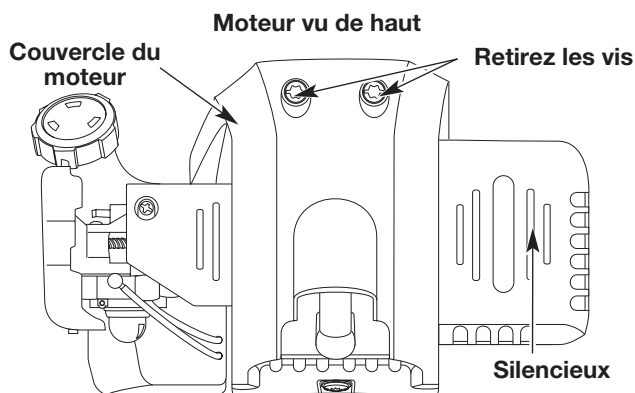

Fig. 51
2. Enlevez les deux vis (2) du haut du couvercle du moteur à l'aide d'un tournevis à lame plate ou T-25 Torx (Fig. 51).